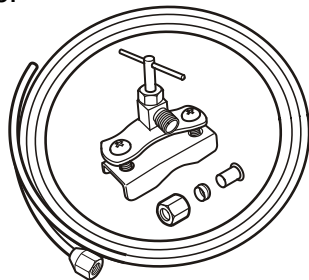

Figure 13
- Utiliser un tube de cuivre d'un diamètre extérieur de 1/4 po pour raccorder l'électrovanne au raccordement à l'eau domestique. **Ce tube n'est pas inclus dans la livraison (Figure 13).**